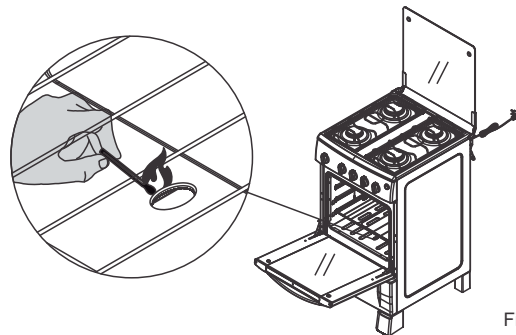

Figura 37
1. Levante a tampa de vidro da mesa. Figura 37.
2. Abra a porta do forno. Figura 37.
3. Acione o acendimento automático (Figura 32) ou acenda o fósforo (Figura 37)